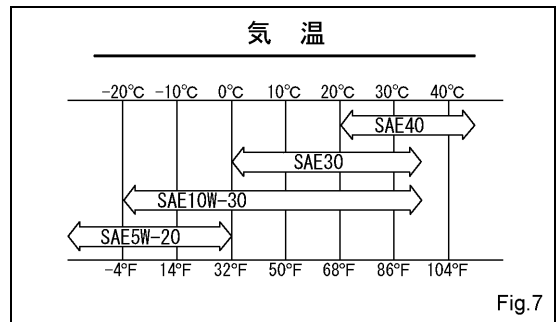

Fig.7
- (6) 給油プラグを給油口に差し込み、確実に締め付けて下さい。
- (7) エンジンオイルは API 分類 SH 級相当のエンジンオイルを使用温度（気温）によって右図のように使い分けて下さい。（Fig.7）